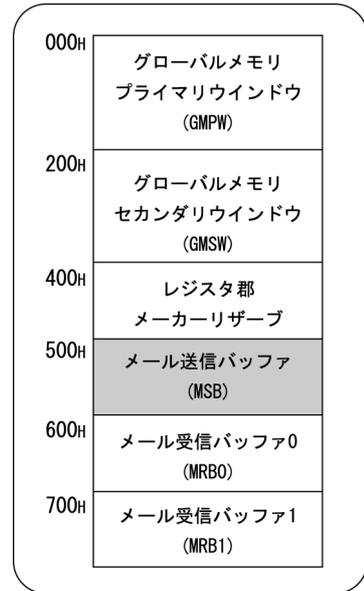

図4.23 メール送信バッファ
- ① MSCR (Mail Send Control Register) のビット 14 (SEND) が “0” である時に、送信するデータセットを、MSB の先頭アドレスから順にライトします (図 4.23 参照)。